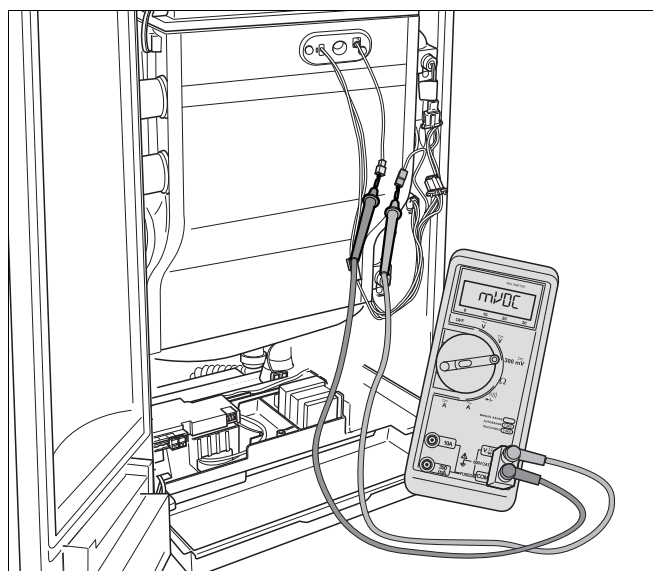

Рис. 89 Измерение тока ионизации
- Подключить измерительный прибор в разрыв кабеля последовательно (рис. 89). Выбрать на измерительном приборе диапазон постоянного тока μA . Разрешение измерительного прибора должно быть не менее $1 \mu\text{A}$.